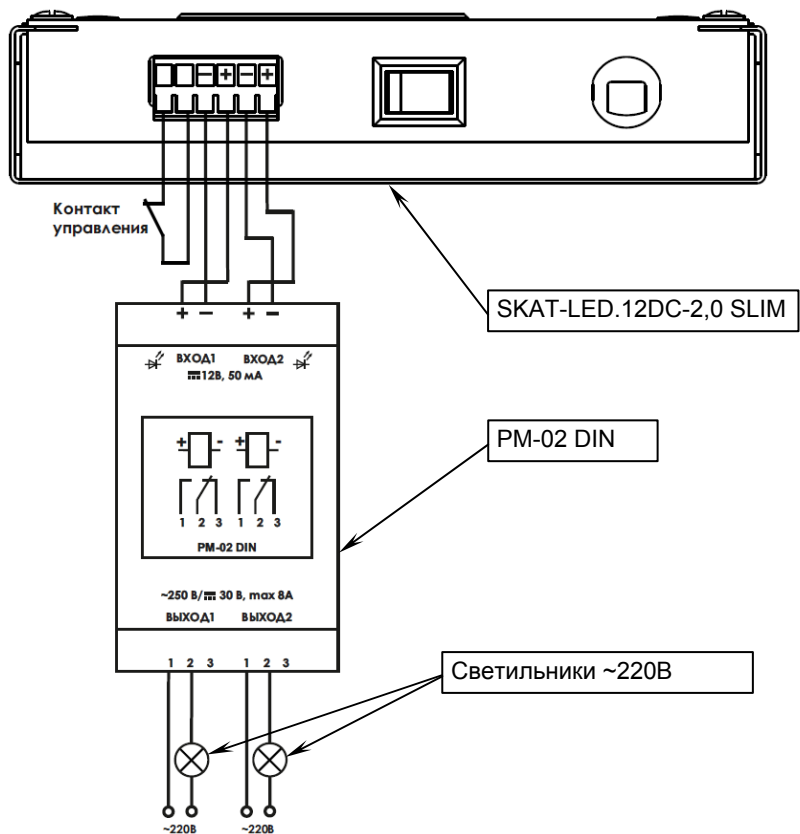

Рисунок 4 – Пример применения изделия в качестве энергонезависимого контроллера освещения
- **Релейный модуль РМ-02 DIN** для управления нагрузкой по двум каналам (код товара 2439, изготовитель - «БАСТИОН»). Пример применения модуля — см. рисунок 4.